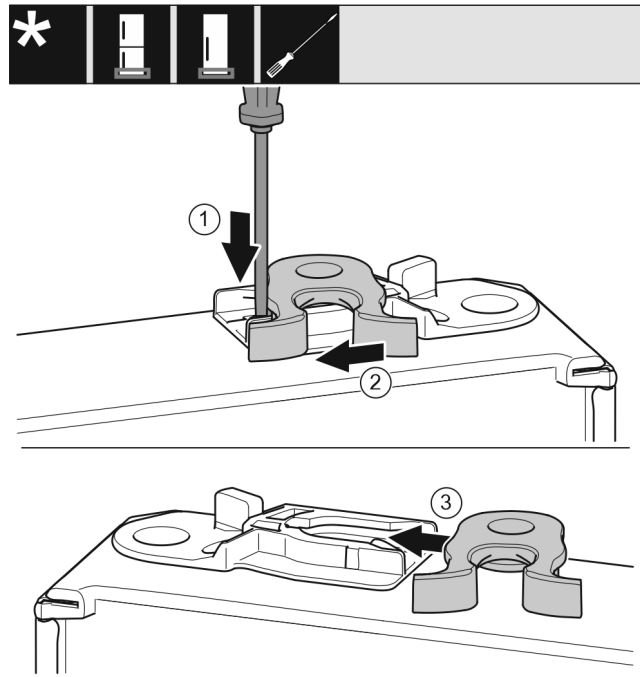

Fig. 23
- Lasche Fig. 23 (1) mit Schlitzschraubendreher nach unten drücken.
- Schließhaken Fig. 23 (2) aus Führung ziehen.
- Schließhaken Fig. 23 (3) auf anderer Seite in Führung schieben.